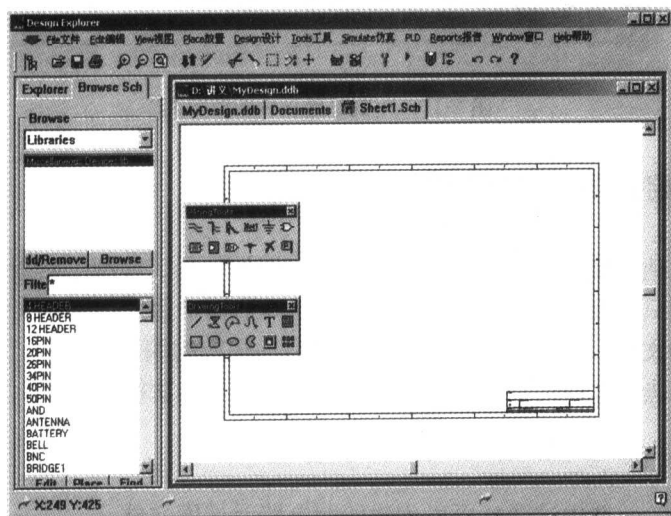

图 2-10 原理图编辑器界面
(3) 双击工作窗口中的原理图文件图标“”，即可启动原理图编辑器，如图 2-10 所示。